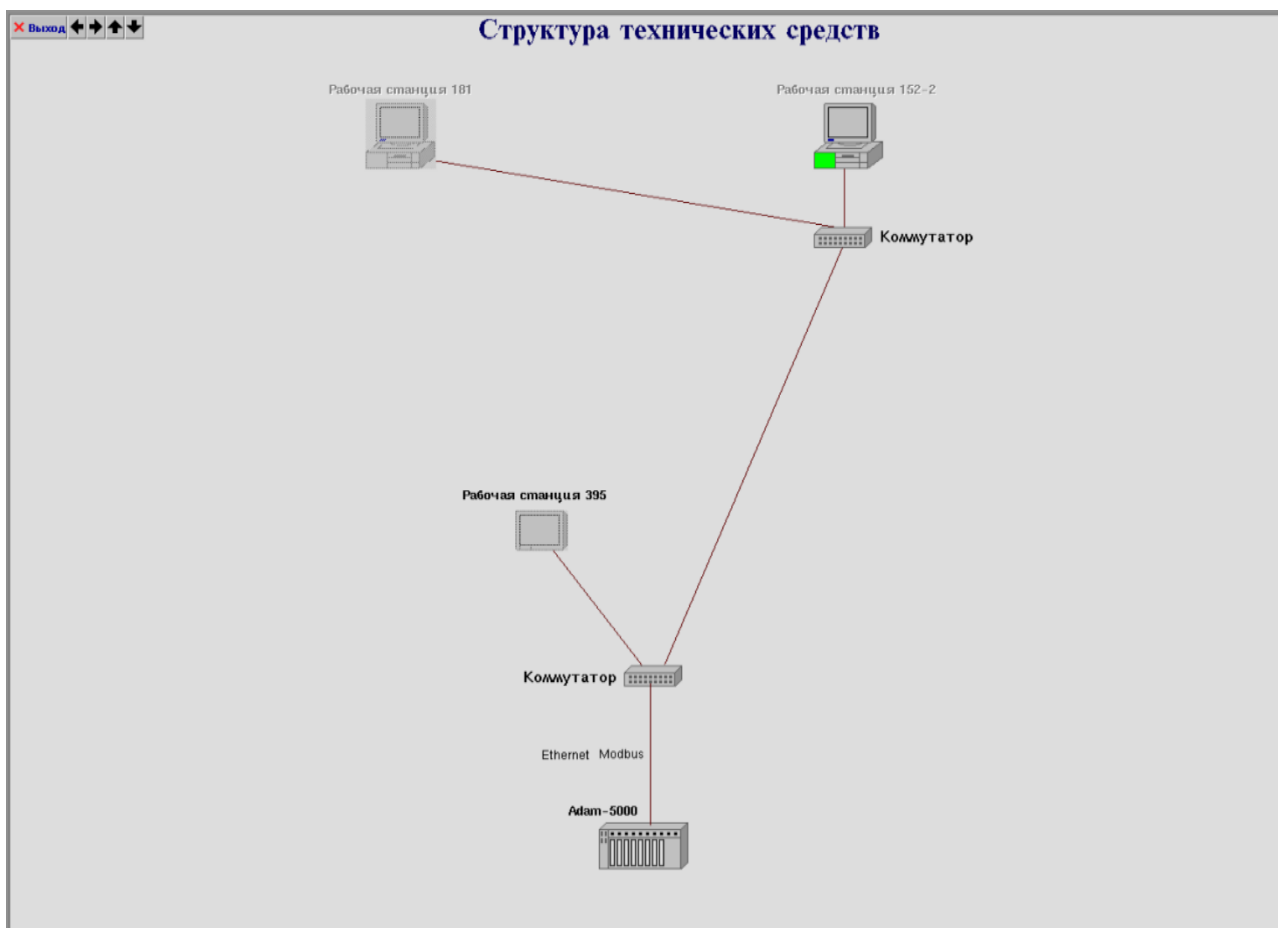

Рисунок 26 - Окно отображения состояния локальной сети
7.23.1 Задача служит для автоматической периодической проверки и отображения состояния узлов локальной сети и контроллеров. Для входа в задачу необходимо с помощью «мыши» выбрать мнемосхему «КТС» в окне выбора мнемосхем (см. п. 7.3.2). Появится окно (пример, см. рис. 26), в котором будет отображено состояние узлов локальной сети (ЭВМ) и низовых контроллеров, включая состояние модулей ввода-вывода.